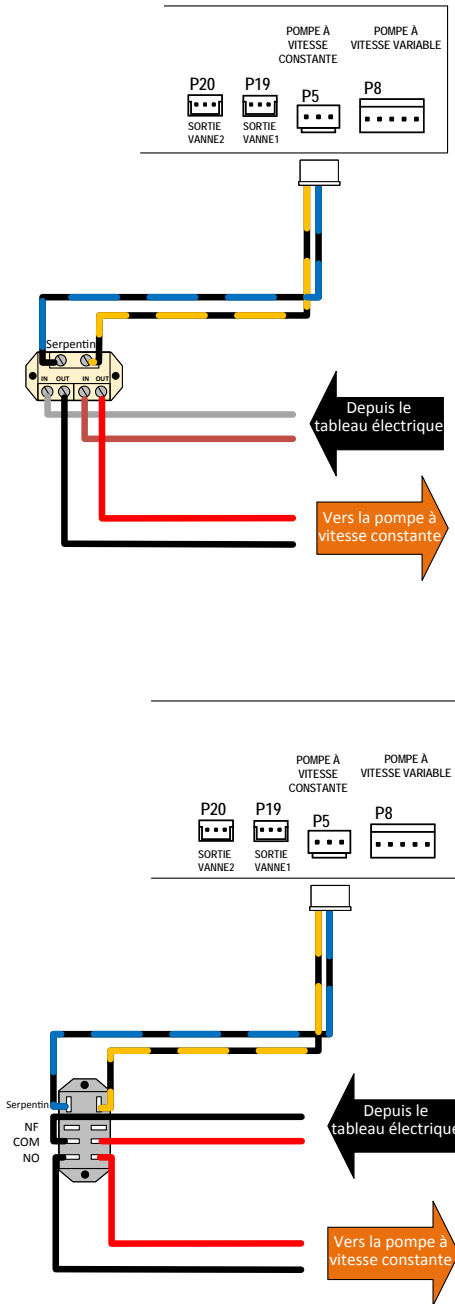

Figure 135. Câblage du relais 24 VCA
- Utiliser l'adaptateur de faisceau fourni dans la pochette d'accessoires et qui porte la mention « pompe à une vitesse » pour connecter le relais fourni par le client à la borne de la carte de contrôle repérée par « PUMP » [P5]. Connectez l'autre extrémité du faisceau aux bornes de la bobine de relais, comme indiqué sur la Figure 135.
- Connectez les fils provenant de la pompe et du boîtier de distribution électrique aux bornes de contact du relais, comme indiqué sur la Figure 135.